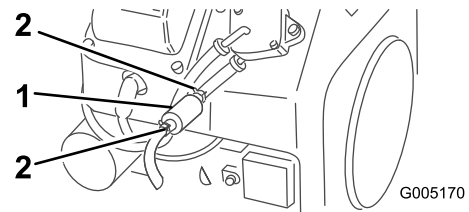

Bild 29
5. Drücken Sie die Enden der Schlauchklemmen zusammen und schieben Sie sie vom Filter weg (Bild 29).